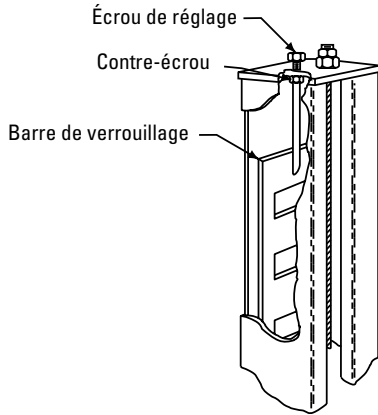
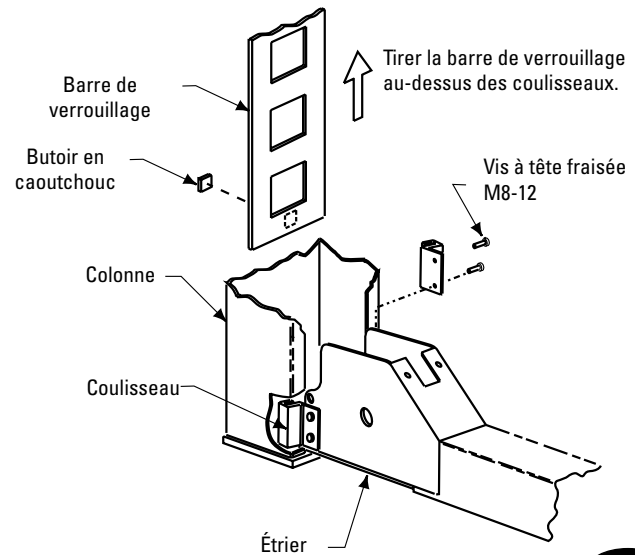

Fig. 5
Fig. 7
- C. Visser le contre-écrou sur la tige filetée aussi loin que possible. Faire tenir le butoir en caoutchouc au bas de la barre de verrouillage, voir Fig. 7. Poser la barre de verrouillage à l'arrière de la colonne, Fig. 5.
- E. Commencer par l'extrémité de l'étrier, tout en permettant aux trous de boulon du coulisseau de rester exposés, Fig. 7. Ensuite, visser les coulisseaux sur chaque extrémité de l'étrier avec des vis M8-12 à tête fraisée. Lorsque les deux coulisseaux sont fixés, pousser la colonne vers l'extrémité de l'étrier jusqu'à ce que les coulisseaux sont en contact avec la barre de verrouillage.